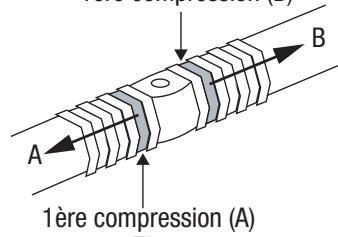

Figure 7
- Pour les épissures et les connecteurs en « H », commencer la première compression au centre en alternant les côtés autant que possible. (Fig. 7)